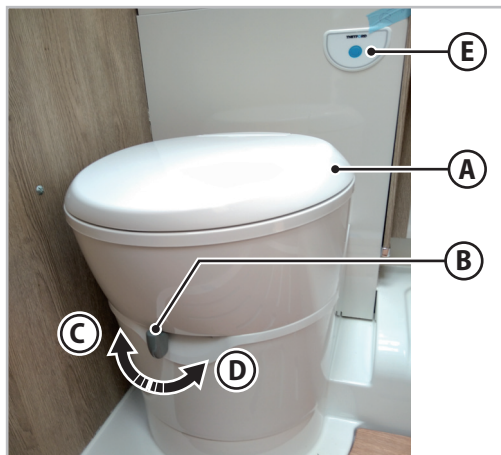

Fig. 6.44 - Toiletskyllning
Den øverste del af toilettet (**A** - Fig.6.44) kan drejes til højre eller venstre for optimal udnyttelse af pladsen.
1. Flyt grebet (**B** - Fig.6.44) til positionen (**C** - Fig.6.44) for at åbne klappen i afløbet.
2. Hold skylleknappen (**E** - Fig.6.44) trykket i det nødvendige tidsrum.
3. Luk afløbsklappen ved at flytte grebet til positionen (D - Fig.6.44).
1. Kontrollér, at klappen i toiletafløbet er lukket: Grebet (B - Fig.6.44) skal være i position (D - Fig.6.44).